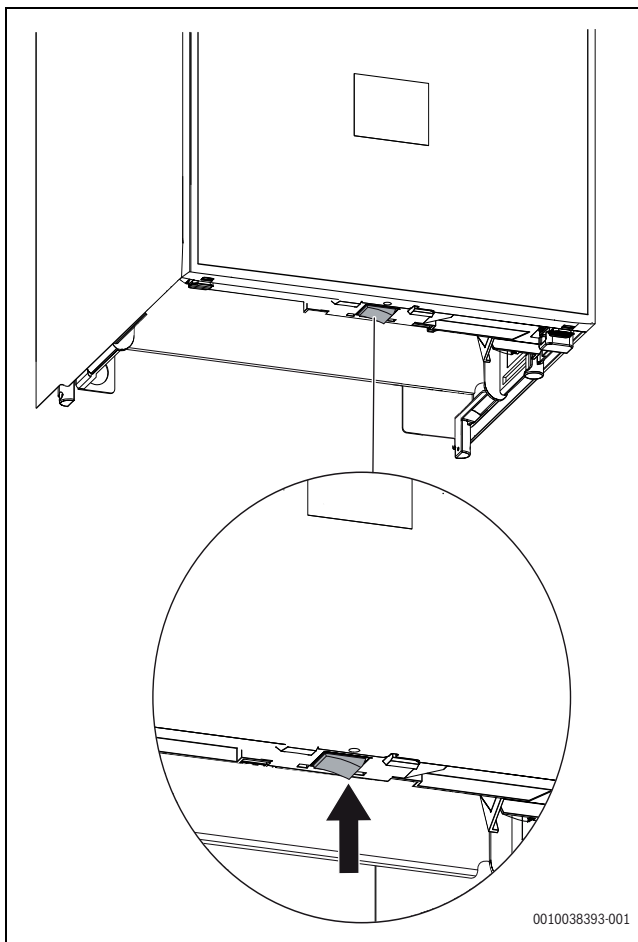

Fig. 1 Întrerupător pornire/oprire
- ▶ Opriți aparatul de la nivelul întrerupătorului de pornire/oprire (→ Fig. 1)